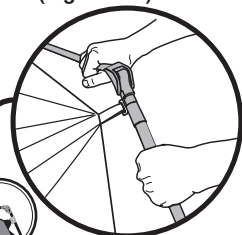

Fig. 4
- Repliez les joints des bras se trouvant à chacun des coins de la tente. (Fig. 4)